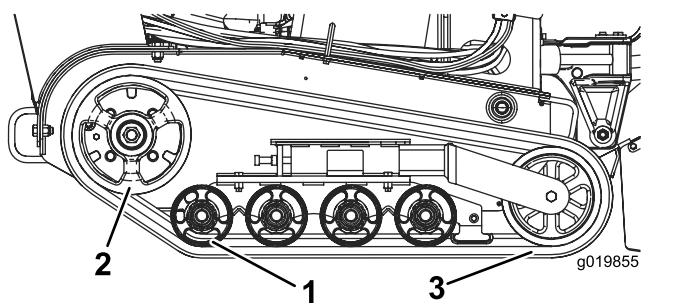

Figure 45
Important: Nettoyez soigneusement les galets de roulement et la roue d'entraînement (Figure 45). Les galets de roulement doivent tourner librement lorsqu'ils sont propres.
8. Pour installer une chenille neuve, commencez par l'enrouler autour de la roue d'entraînement, en vérifiant que les crampons s'engagent correctement entre les entretoises sur la couronne (Figure 45).
9. Poussez la chenille sous et entre les galets de roulement arrière et central (Figure 45).